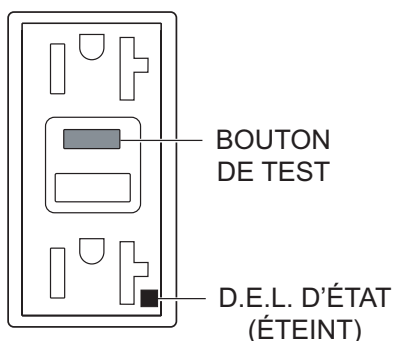

Figure 77. Réceptacle GFCI (OFF)
4. Appuyez sur le **bouton TEST** (Figure 77) sur le réceptacle GFCI et vérifiez que le voyant d'état **S'ÉTEINT**.